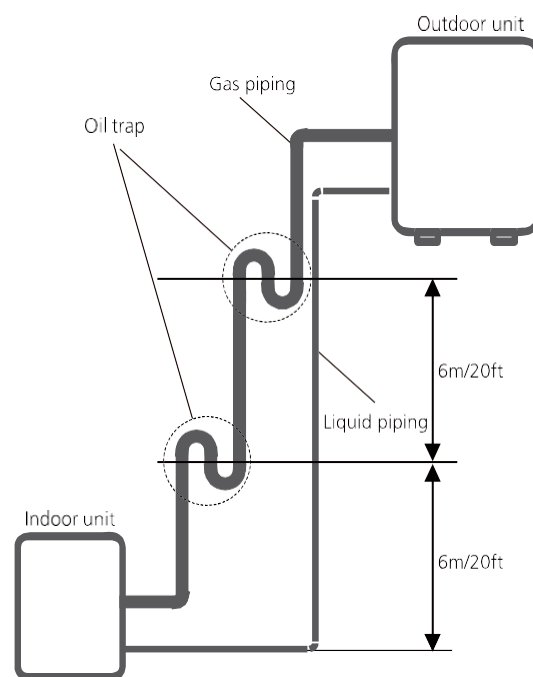

Fig. 7.4
- Il est recommandé de ne pas augmenter le diamètre des lignes de succion verticales. Le retour d'huile dans le compresseur doit être maintenu à la vitesse du gaz d'aspiration. Si les vitesses chutent en dessous de 7,62 m/s (1500 pieds par minute), le retour d'huile sera diminué. Un siphon d'huile doit être installé tous les 6 m (20 pi) de la ligne de succion verticale (voir Fig. 7.4).